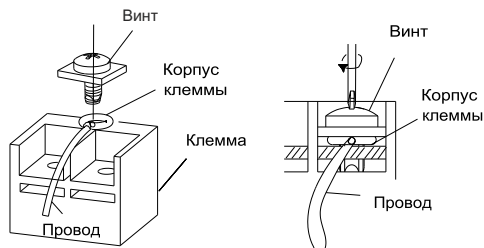

Рис. 4.38
- 4). Зафиксируйте кольцевые наконечники с проводами в клеммах с винтами с помощью отвертки (Рис. 4.38)